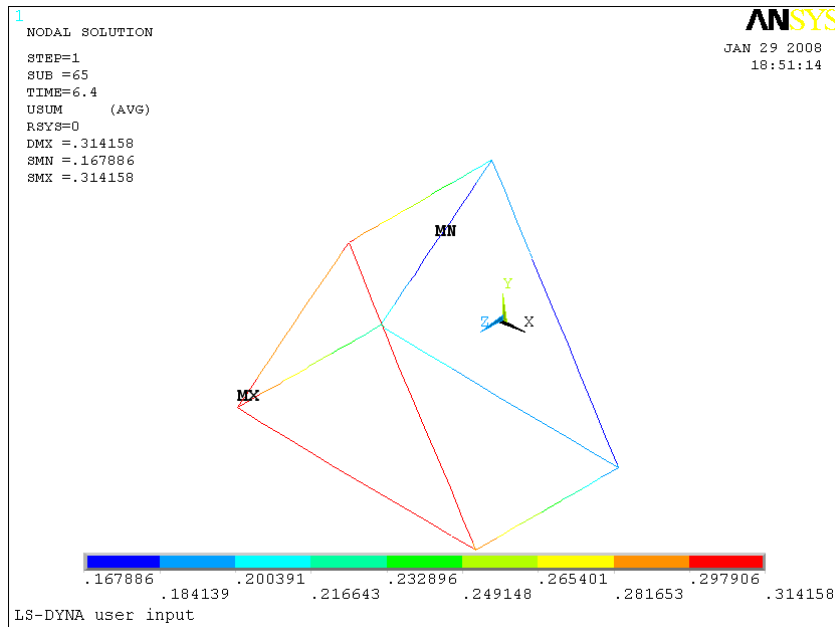

Рисунок 117. Перемещение каркаса при действии нагрузок, имитирующих несогласованное перемещение земной коры в точках опоры каркаса (время равно 6.4 с)
- С помощью полосы прокрутки установить, для какого времени (для данного примера в интервале от 0 до 10 с.) необходимо просмотреть результаты (Рисунок 117).